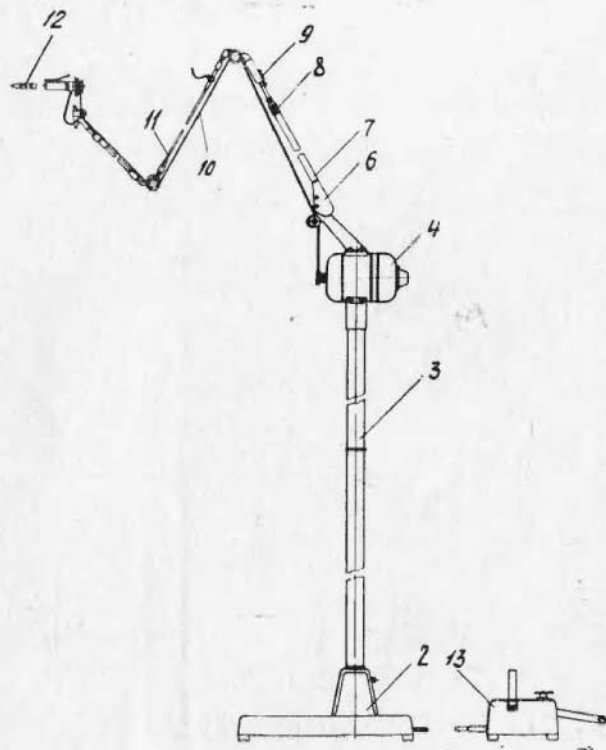

Рис. 1
4.1. Бормашина (рис. 1) состоит из стойки 3 с основанием 2 и электродвигателем 4, пускорегулирующего устройства 13 (ПРУ), стойки бормашины 7, жесткого рукава 11, зубо-вращающего наконечника 12, шнура бесшовного 10.
6.2.2. Вставьте жесткий рукав, наденьте шнур бесшовный, отрегулировав натяжение шнура с помощью удлинителя 9 (рис. 1) в стойке бормашины. Удлинитель выдвигается и закрепляется с помощью гайки зажимом ганги.